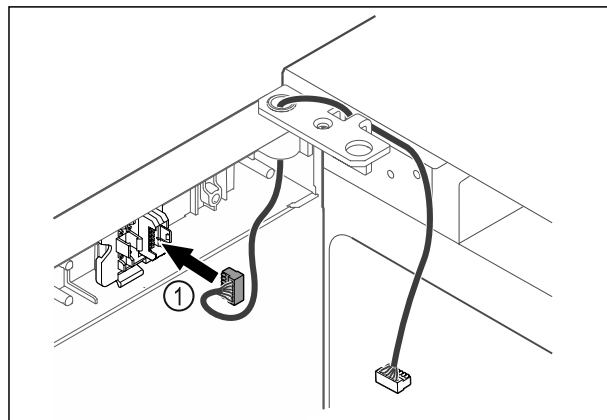

Fig. 58
- ▶ Utaknite utikač Fig. 58 (1) u držač utikača.